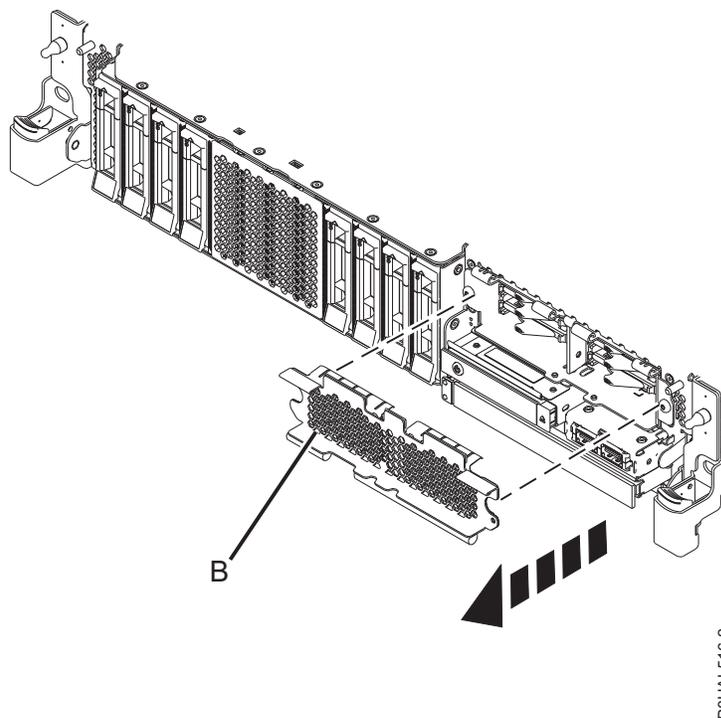

Figura 42. Extracción de la cubierta del receptáculo de la SSD para acceder a las ranuras de SSD en un sistema función ampliada
10. Para acceder a las ranuras SSD, extraiga la placa perforada (**B**) que cubre el receptáculo de la SSD tal como se muestra en Figura 42.